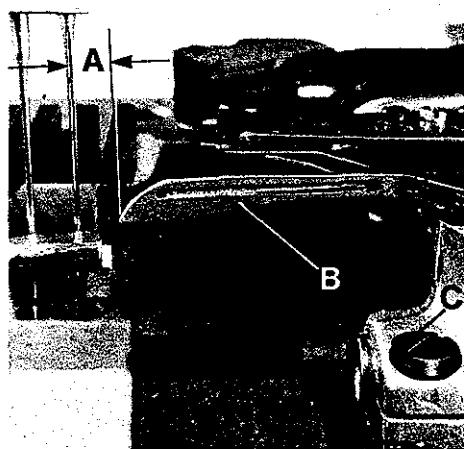

Fig.22
Turn the pulley until the looper (B, Fig. 22) is at its farthest position to the right. In this position the distance (A) from the center of the right needle to the point of looper should be 4.0 mm (5/32 in.) on the two-needle 8, 10 and 12 gauge styles and 3.6 mm (9/64 in.) on the two- or three-needle 16 gauge styles. Looper gauges No. 21225-5/32 and No. 21225-9/64 can be used advantageously in making this setting.
For adjustment loosen clamp screw (C, Fig. 22) and rotate the looper holder as required. Retighten the clamp screw.
Drehen Sie an der Handrad-Riemscheibe bis der Greifer (B, Fig. 22) in seiner rechten Einstellung ist. In dieser Stellung muß der Abstand (A) zwischen Mitte rechter Nadel und Greiferspitze 4,0 mm (5/32 in.) bei den Zweiadel 8, 10 und 12 gauge Maschinen und 3,6 mm (9/64 in.) bei den Zwei- oder Dreinadel 16 gauge Maschinen sein. Die Greifereinstellehren Nr. 21225-5/32 und Nr. 21225-9/64 erleichtern diese Einstellung.
Zur Einstellung lösen Sie die Pratzschraube (C, Fig. 22) und verdrehen den Greiferhalter entsprechend. Ziehen Sie die Schraube wieder an.